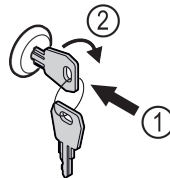

Fig. 44
- ▶ Пъхнете ключа Fig. 44 (1).
- ▶ Завъртете го на 90° по посока на часовниковата стрелка Fig. 44 (2).